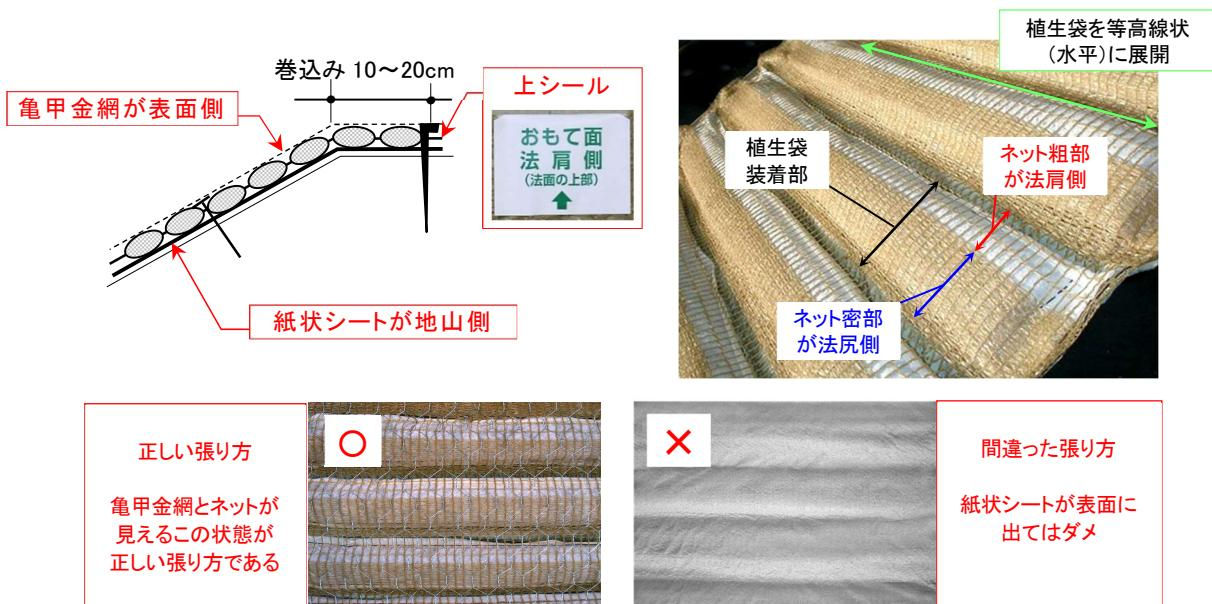

図1. マットの展開・施工方法
①マットの展開
- マットを製品に付けられたシール表示に従い、ネットがおもて面に、シール装着部が法肩側になるように展開する（この際、植生袋が必ず等高線状（水平）になるように展開する）。マットを法尻部でカットするなどしてシールがない場合には、植生袋装着部を観察し、必ずネット粗部が法肩側となるようにして設置を行う（図1参照）。